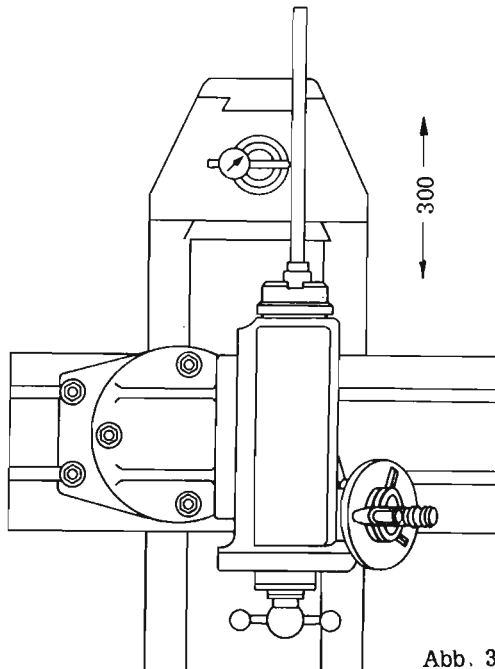

Abb. 3
b) Einstellen auf genaue Teilkopf- arbeit (Abb. 3)